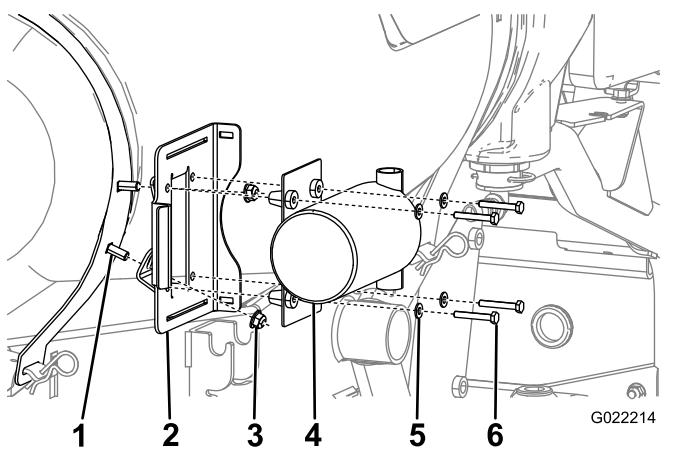

Bild 8
4. Befestigen Sie die Befestigungshalterung für die Spülpumpe mit zwei Bundmuttern an den vorher eingesetzten Schlossschrauben (Bild 8).
6. Befestigen Sie die Pumpe mit vier Schrauben und vier kleinen Scheiben am Rahmen (Bild 8).